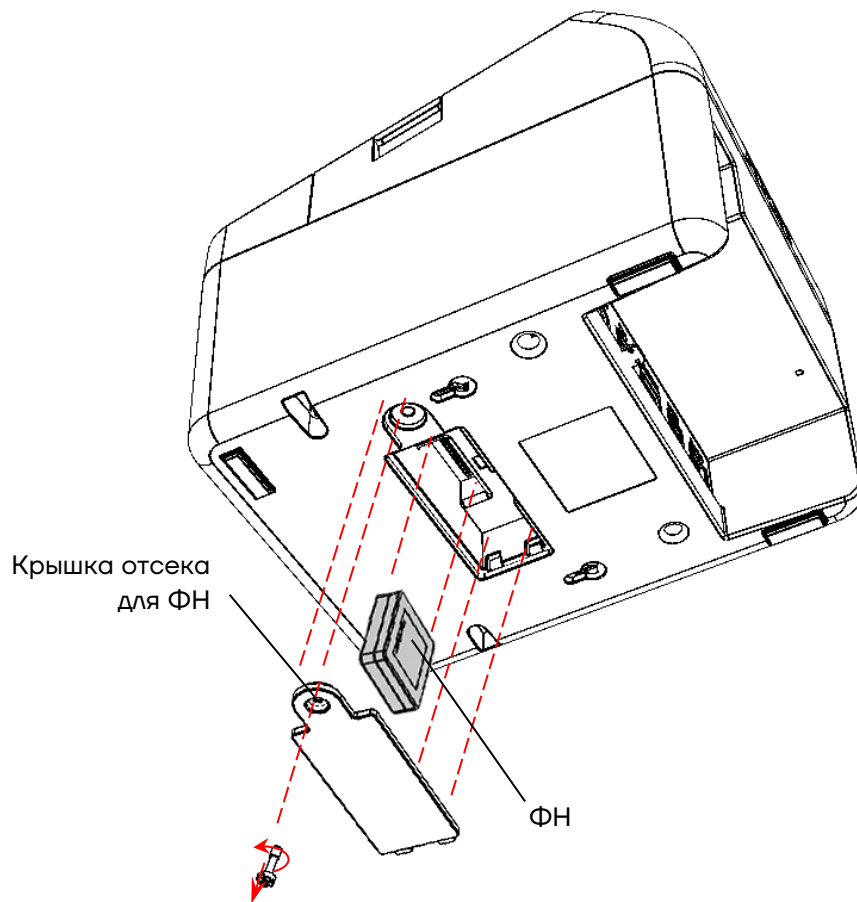

Рисунок 6. Извлечение фискального накопителя из отсека
- 1** Открутить винт крепления крышки отсека для ФН, отделить крышку. Затем извлечь ФН (см. рисунок 6).
3 Открутить винт крепления крышки отсека для ФН, разделить крышку. Затем извлечь ФН (см. рисунок 6).